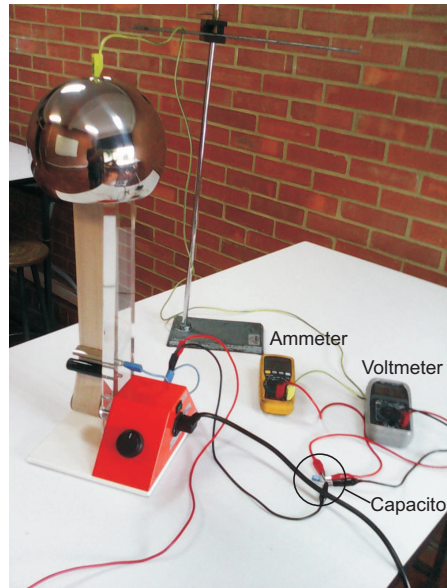

Figura 2: Montaje experimental real para cargar el condensador
terminal está conectado a tierra. La diferencia de potencial en el condensador se mide en función del tiempo. Con este valor de capacitancia, los cambios en la diferencia potencial en el condensador ocurren a una velocidad de $2 \text{ mV} / \text{s}$. Esta baja tasa de cambio permite realizar lecturas de tiempo manualmente, un par de segundos entre mediciones consecutivas, haciendo el experimento rápido y fácil de realizar. La cantidad de corriente eléctrica que el generador de Van de Graaff puede suministrar depende en cierta medida de la velocidad angular del motor que acciona el generador y de las condiciones de humedad existentes en el momento de la práctica. El valor de la corriente eléctrica no aumenta indefinidamente con la velocidad de giro del motor. Por el contrario, alcanza un valor máximo y permanece constante. Para el generador de Van de Graaff utilizado en el experimento, la corriente obtenida puede estar en el rango comprendido entre 0.5 y $5.0 \mu\text{A}$. La figura 2 muestra una imagen de la configuración experimental real del experimento.
Realice el montaje que se muestra en la figura 2 con el generador apagado. Encienda el generador y fije la velocidad del motor con el control ubicado en la base del mismo hasta que alcance un valor de corriente constante igual a $1.0 \mu\text{A}$. Asegúrese de mantener el valor de la corriente constante en el transcurso de la toma de datos. Observe como cambia la lectura del voltímetro conectado en paralelo con el condensador. Cuando esté listo para tomar medidas, sin apagar el generador, *vacíe el condensador* cortocircuitándolo, simplemente conectando un alambre entre sus terminales. Esta operación no representa ningún riesgo de choque eléctrico para el usuario, pues la corriente es muy baja y la diferencia de potencial entre la esfera del generador y tierra es pequeña!¹ En el instante de cortocircuitar el condensador, tome el tiempo como $t = 0$ y realice las mediciones. La medición de tiempo la puede realizar con el cronómetro convencional suministrado ó el cronómetro de una aplicación de su tablet. Registre sus datos para cada valor de corriente fijo ($I_1 = 1.0 \mu\text{mA}$, $I_1 = 2.0 \mu\text{mA}$ y $I_1 = 3.0 \mu\text{mA}$) en la tabla (1). A partir de los datos de esta tabla